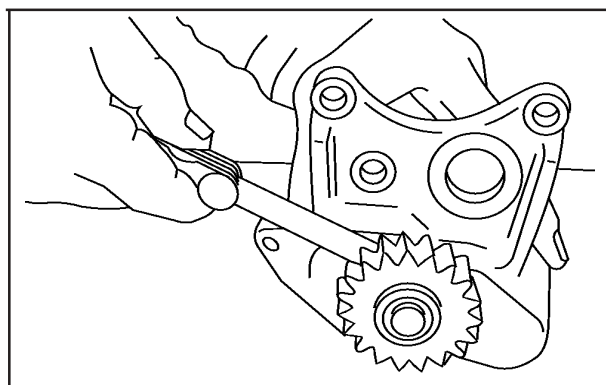

FIG 7
6. Verifique a folga entre a engrenagem e a carcaça da bomba, **Fig. 7**, veja Especificações Técnicas.